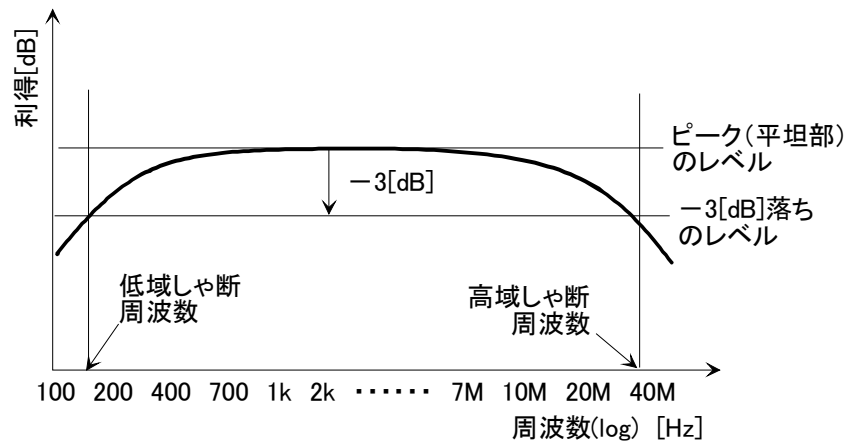

図8 周波数特性の測定結果
- (1) 出力波形が飽和しないように入力電圧を設定する（発振器の表示値で 100[mVpp]程度）。
- (2) 最初は発振器の周波数を 100[Hz]とし、1, 2, 4, 7 ステップで周波数を増加させながらオシロスコープで入力電圧と出力電圧を測定し、電圧利得（単位は dB）を求める。周波数は発振器の指示値をそのまま利用してよい。測定する周波数範囲は電圧利得が平坦な部分から 3[dB]減少するところまで測定すること。
- (3) 図8のように横軸に周波数（対数軸）、縦軸に電圧利得をとり、片対数グラフに図示すること。
- (4) 図8における平坦部の利得から 3[dB]落ちる周波数を低域、高域ともにグラフより求めること。
- (5) 最後に、各トランジスタ増幅回路を単体で測定したときの電圧利得の和が測定結果と一致するか確認すること。